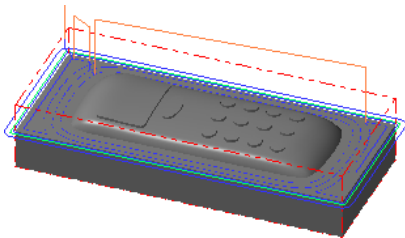

图 24.17 刀具路径
(5) 单击“定义刀具-机床群组-1”对话框中的  按钮,完成刀具参数的设置。
Step8. 单击“曲面精加工浅平面”对话框中的  按钮,同时在图形区生成图 24.17 所示的刀具路径。